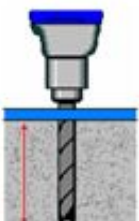

Fig. 3
1. Boor de anker gaten in de grond met de boorhamer voor de expansiebouten. Zorg ervoor om perfect verticaal te boren (**fig. 3**).